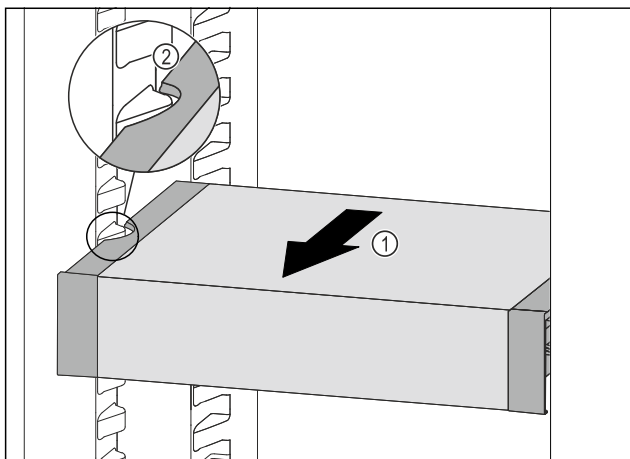

Fig. 87
- ▶ Træk VarioSafe fremefter Fig. 87 (1), indtil udsparingerne i siden på VarioSafe er på niveau med beholderribben i kølesektionen. Fig. 87 (2)